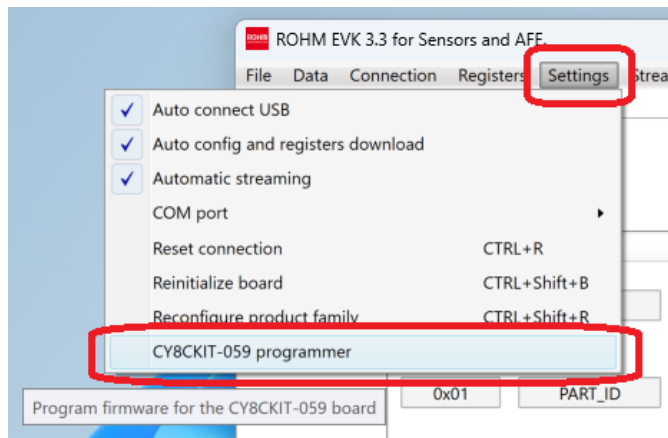

Figure 96. プログラマーメニュー
1. 「Settings」メニューから「…programmer」という名前の一番下のメニュー項目を開きます。(Figure 96)